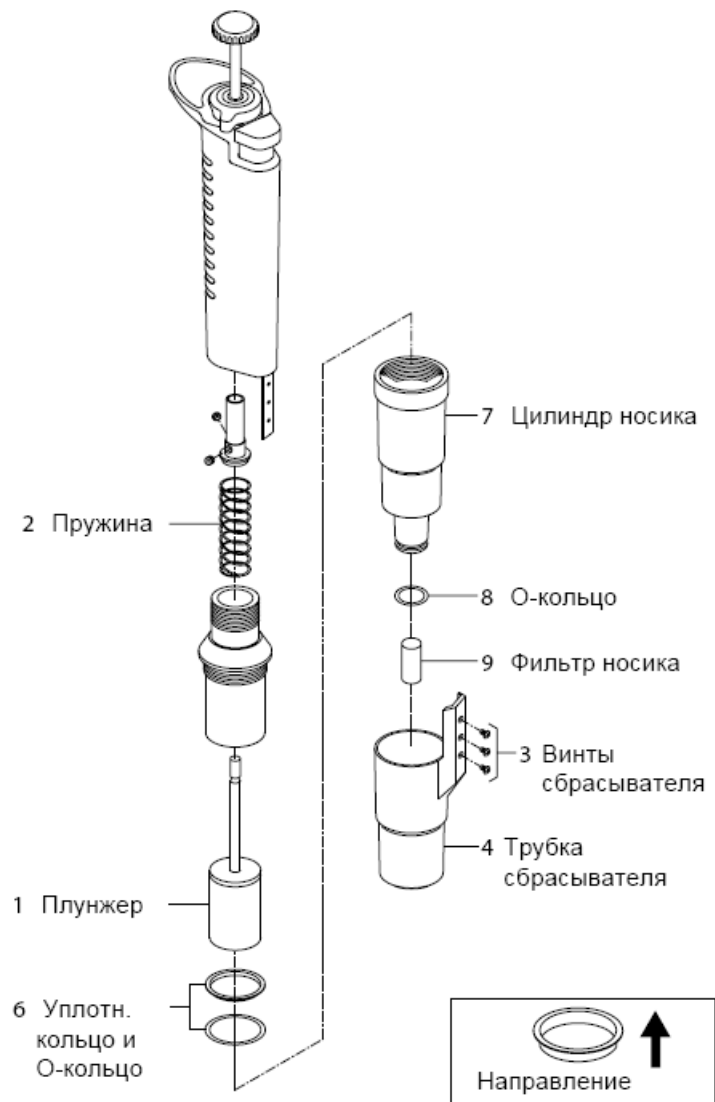

Рис. F4
- 5000 мкл, 10 мл: рис. F4, F5
- 5000 мкл – 10 мл: рис. F4, F5
- 5000 мкл - 10 мл: рис. F4, F5